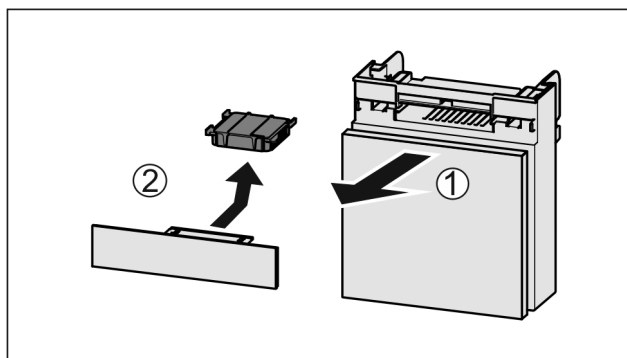

Fig. 151
- Dra ut Fig. 151 (1) lådan framåt.
- Ta ut Fig. 151 (2) aktivtkolfiltret.